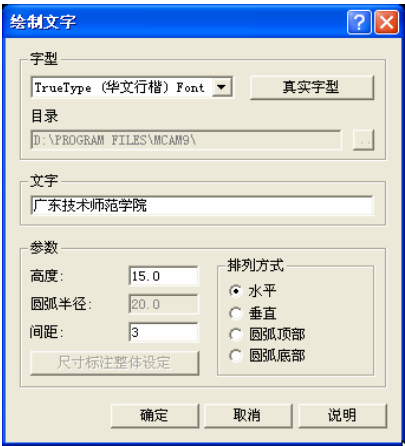

图 1-67 绘制文字
- 1) 在主菜单区依次单击“绘图”“下一页”“文字”，弹出“绘制文字”对话框，如图 1-67 所示。输入文字：广东技术师范学院，高度：15.0，间距：3，单击“真实字型”，选择“华文行楷”，单击“确定”，抓点方式选择“原点（0，0）”，写出文字。